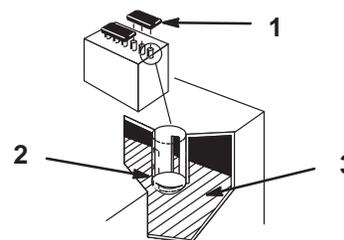

Figure 39
2. Retirer les bouchons pour voir l'intérieur des éléments. L'électrolyte doit arriver jusqu'au bas des tubes (Fig. 39). Ne pas laisser le niveau d'électrolyte descendre en dessous du sommet des plaques (Fig. 39).
2. Soulever les couvercles des éléments et les déposer (Fig. 39).
3. Verser lentement de l'eau distillée dans chaque élément de la batterie jusqu'à ce que le niveau arrive au bas du tube (Fig. 39).